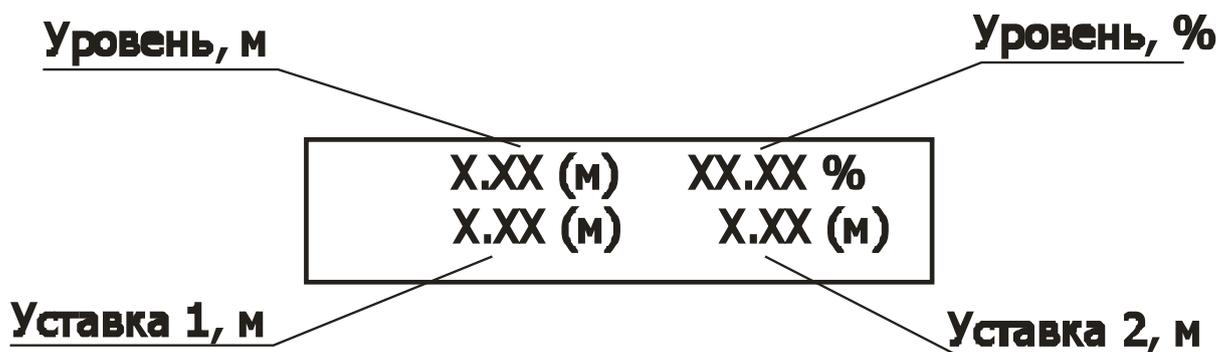

Рис. 1 - Основной рабочий режим
- включите напряжение питания ППР, на индикаторе должно отобразиться исходное сообщение (см. рис. 1) со значениями уровня 0.00 (м) и 00.00 % (при сухом датчике), а также уставок (м), установленных на предприятии-изготовителе.